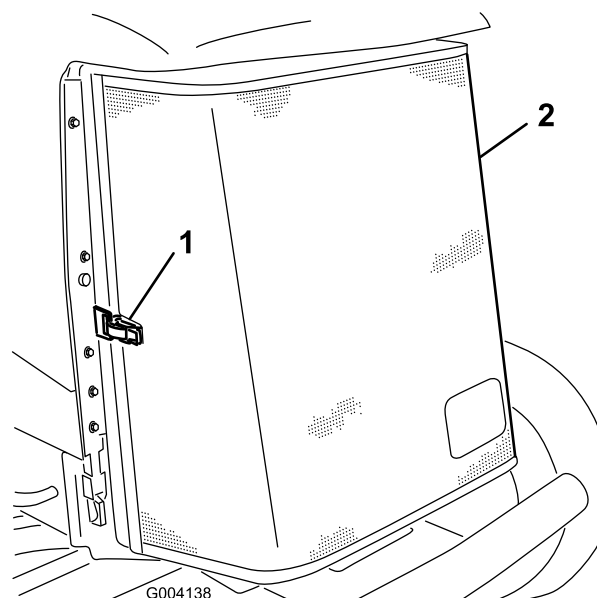

Bild 49
3. Entriegeln Sie den Riegel und drehen Sie das hintere Gitter auf (Bild 49).